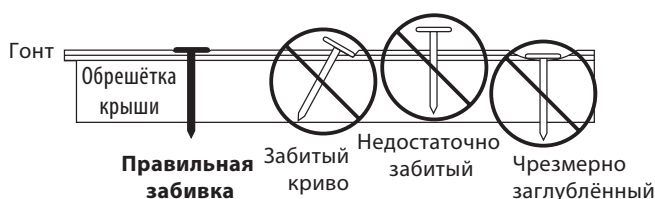

Рис. 8-1. Крепёж полосовых гонтов с тремя язычками.
- ♦ Гвозди должны вбиваться под прямым углом, шляпки должны занимать положение вровень с поверхностью гонта, не углубляясь внутрь неё (Figure 8-1).